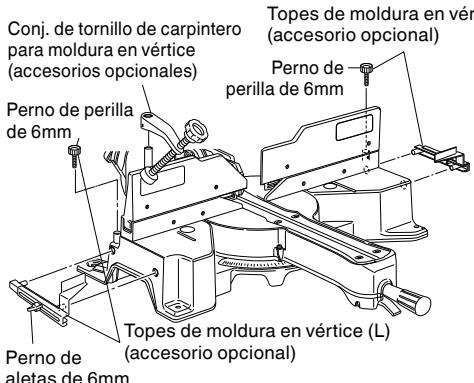

Fig. 46-a
(1) Las topes de moldura en vértice (L) y (R) (accesorios opcionales) permiten facilitar los cortes de la moldura en vértice, sin inclinar la hoja de sierra. Instálelas en ambos lados de la base, tal como se muestra en la Fig. 46-a. Despues de la instalación, apriete el perno de perilla de 6mm para asegurar los topes de moldura en vértice.